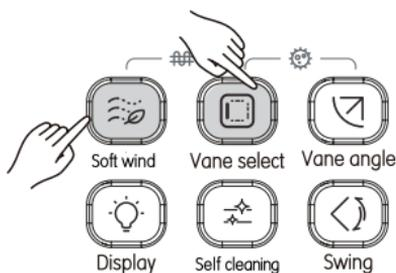

Рисунок 3.20
1) Одновременно нажмите кнопки  и , чтобы включить дополнительный электронагреватель (см. Рисунок 3.20). На экране появится значок  ON.